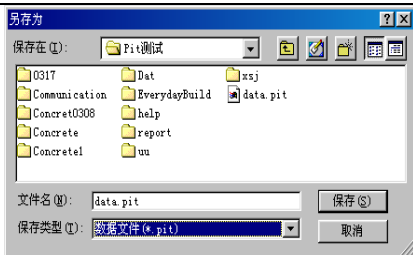

图 1-6 文件另存对话框
- 3、另存为：将当前打开文件另存为一个新的文件。从**保存在**框中选取要保存文件所在的文件夹，在**文件名**框中输入文件名后按**保存**按钮，即可将文件保存，如图 1-6 所示。